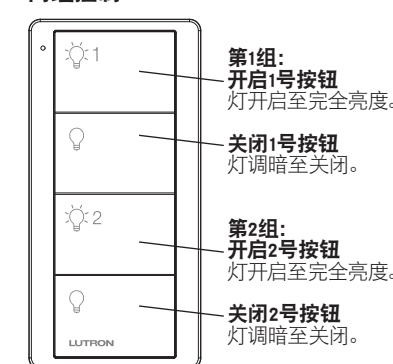

图3c
- 对于两组Pico无线控制器，使用第2组中的**关闭按钮**重复第1至4步对第二组进行配对（图3c）。